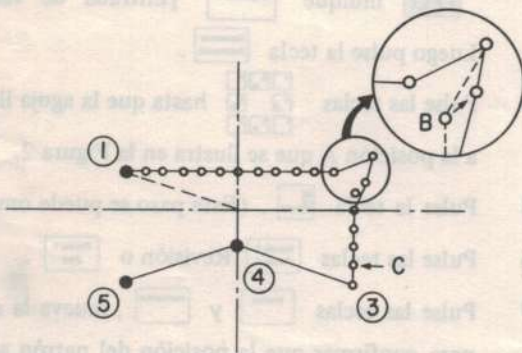

Fig. 5
- Paso 17 Mueva la aguja a la posición B como se ilustra en la Fig. 5. Entonces pulse las teclas y hasta que el LED indique [Movimiento de punto (absoluto)]. Luego pulse la tecla .
- Paso 20 Mueva la aguja usando las teclas y , y confirme que el punto de entrada de la aguja se ha movido como se ilustra en la Fig. 5.
- Paso 21 Mueva la aguja a la posición C que se ilustra en la Fig. 5. Luego pulse las teclas y hasta que el LED indique [Borrado de punto (relativo)]. Luego pulse la tecla .